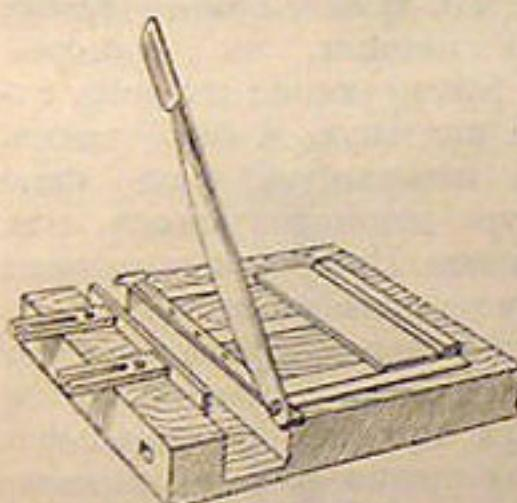

Рис. 11. Настольная картонорубилка (пашер)
**Настольная картонорубилка (пашер).** Основная часть картонорубилки состоит из двух ножей (рис. 11), свободно скрепленных болтом на одном конце и режущих по принципу ножниц. Нижний нож картонорубилки неподвижен, он наглухо прикрепляется к краю деревянной площадки лезвием заподлицо к ее поверхности. Подвижной нож имеет выгнутый профиль лезвия. Лезвие затачивается с фаской на наружной стороне. Нож имеет ручку. Нормальная длина ножей (до ручки) 38—42 см, ширина 5—8 см и толщина 2—3 мм. Площадка картонорубилки должна иметь длину (по ходу ножей) 40—44 см, ширину—33—36 см, высоту—10—12 см. С площадки под ножи подается картон. Более удобна в работе картонорубилка с двумя деревянными площадками. Вторая площадка, более узкая, служит упором при резке картона на определенный формат, ширина ее—10—15 см; эта площадка должна находиться на расстоянии 10—12 см от ножей.